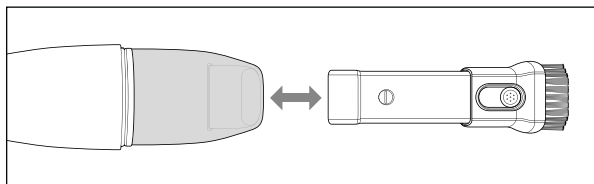

Fig. 2
- ◆ Sæt 2-i-1 sugemundstykket 12 ind i produktets sugeåbning 2. Vær opmærksom på, at knappen til justering af børstemundstykket skal vende opad (se fig. 2).
- ◆ For at tage 2-i-1 sugemundstykket 12 af skal du tage det ud af sugeåbningen 2 (se fig. 2).